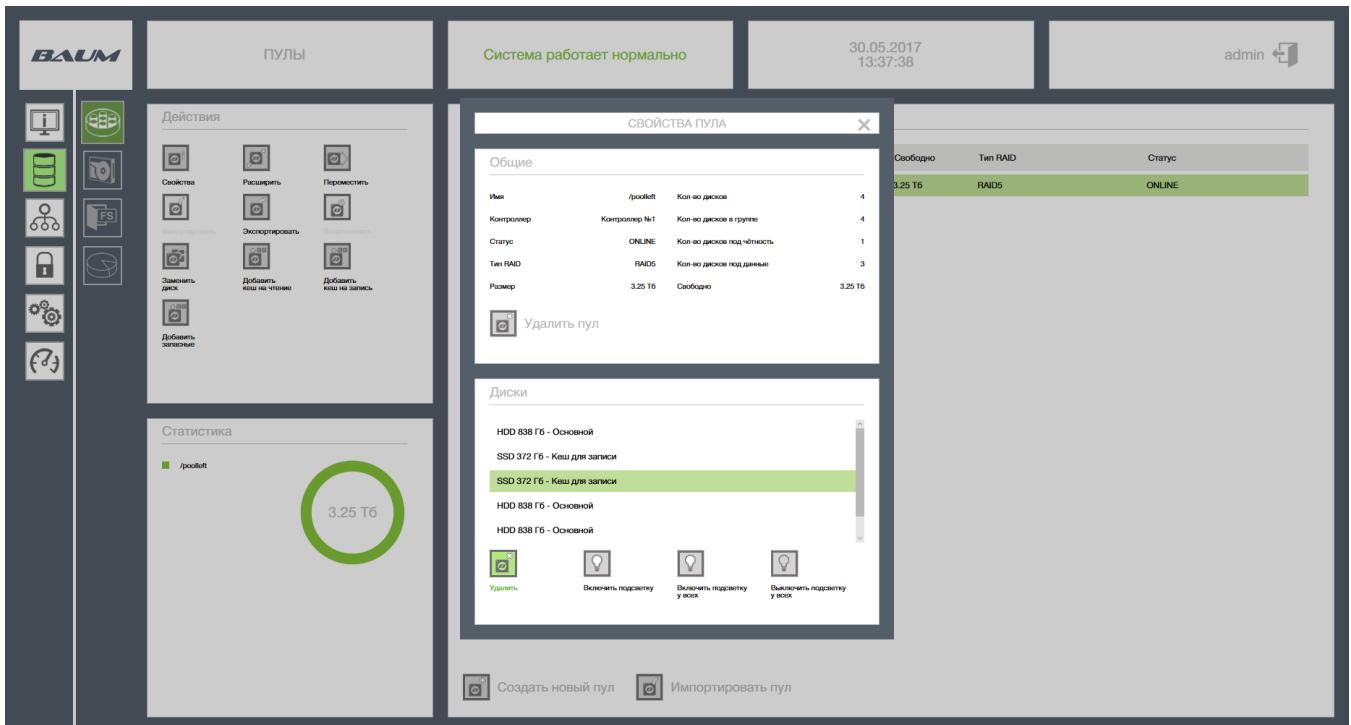

Рисунок 35 – Удаление из массива кэша на запись
- 4) Выбрать один из SSD дисков, помеченных как «Кэш для записи»(см. Рисунок 35).